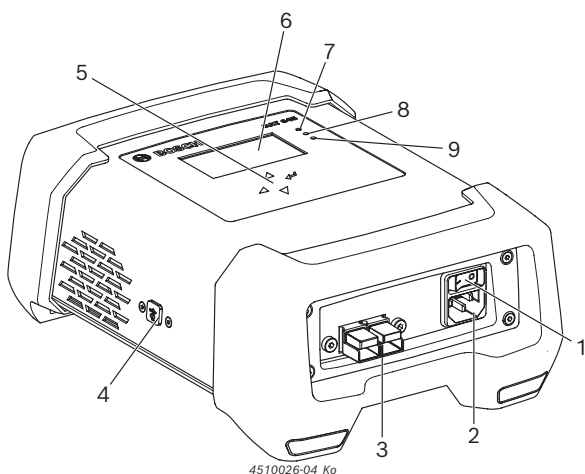

Fig. 1: Vy framifrån BAT 645
- Koppla på BAT 645 med på/av-kopplaren (fig. 1, pos.1).
- ⇒ Röd LED (fig. 1, pos. 7) lyser vid anslutet eller blinkar vid icke anslutet batteri.